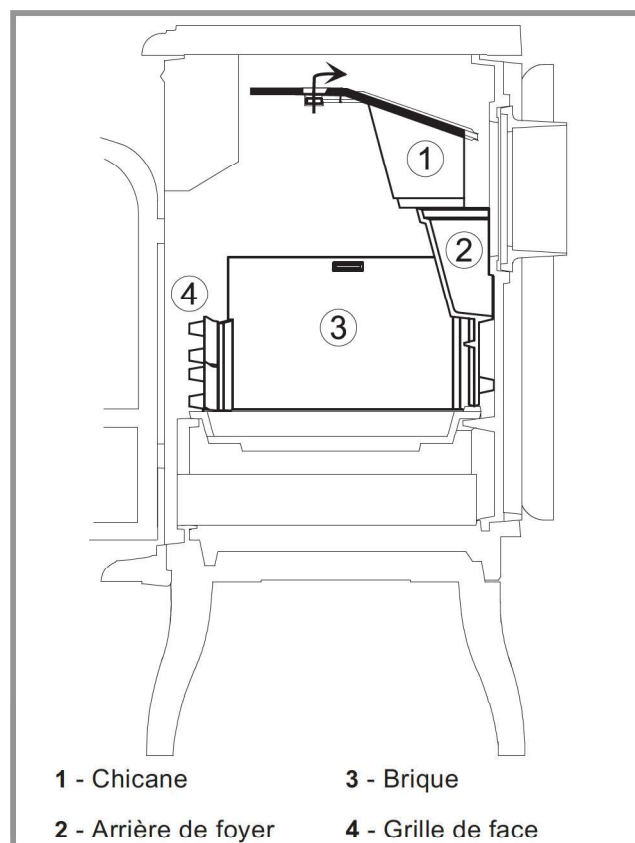

Figure 8 - Repose des éléments
- Replacer la chicane (fig. 8, p. 7).
- Replacer la chicane et le suppl. de chicane (fig. 8, p. 7).
- Reposer les éléments dans l'ordre inverse (fig. 8).